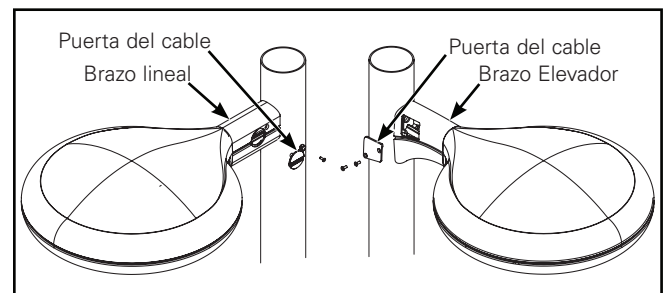

Figura 4.
**Conexiones eléctricas (Figura 4)**
1. Haga las conexiones de la luminaria en el brazo. Inserte los cables en el brazo y vuelva a instalar la puerta del cable como se muestra. (Figura 4.)